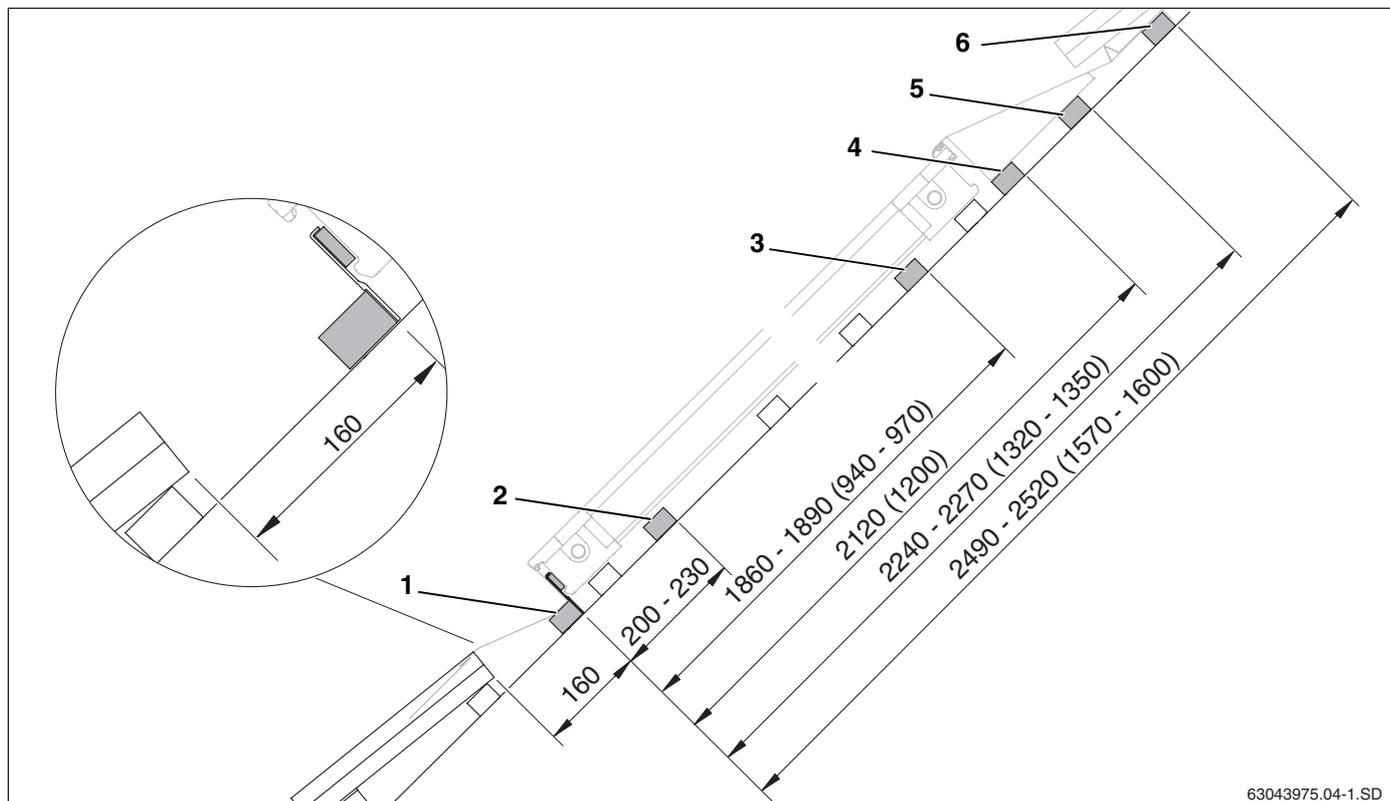

Fig. 14 Ecartements des lattes supplémentaires pour le montage d'une rangée (dimensions en mm, valeurs entre parenthèses = version horizontale)
- Mettre la première latte en place avec les dispositifs anti-glissement (fig. 14, **pos. 1**).
- Mettre la deuxième latte en place pour les serre-flancs latéraux dans la partie inférieure (fig. 14, **pos. 2**).
- Mettre la troisième latte en place pour les serre-flancs latéraux dans la partie supérieure (fig. 14, **pos. 3**).
- Mettre la quatrième latte en place pour soutenir la cale en polystyrène expansé des tôles de recouvrement supérieures (fig. 14, **pos. 4**).
- Mettre la cinquième latte en place pour soutenir les tôles de recouvrement supérieures (fig. 14, **pos. 5**).
- Mettre la sixième latte en place pour soutenir et fixer les tôles de recouvrement supérieures (fig. 14, **pos. 6**).
Pour le montage de plusieurs rangées, poser les lattes de la première rangée comme dans le cas du montage d'une rangée (fig. 14). Les 5^{ème} et 6^{ème} lattes ne sont pas nécessaires pour la rangée inférieure.